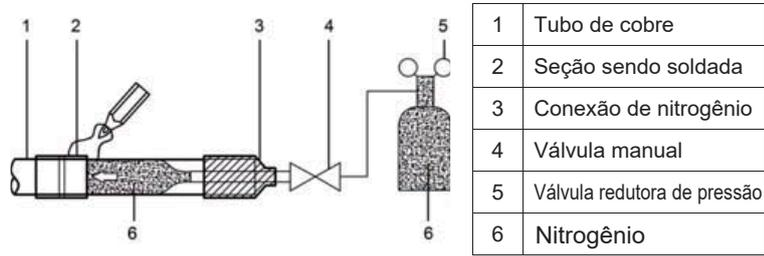

Figura 4.4
- Quando o tubo estiver cheio de nitrogênio durante a soldagem, este deverá ser reduzido para 0,02 MPa com a válvula de alívio de pressão. Consulte a Figura 4.4.